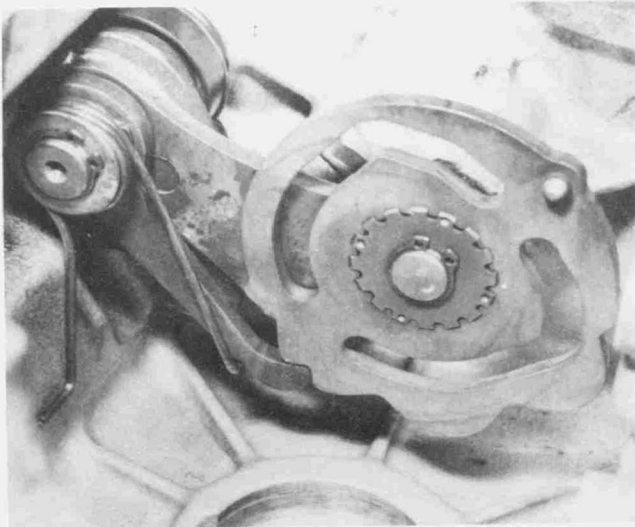

Bild 152
- Den äusseren Sicherungsring der Schaltscheibenwelle abheben und Kurvenschaltzscheibe abnehmen (Bild 152).